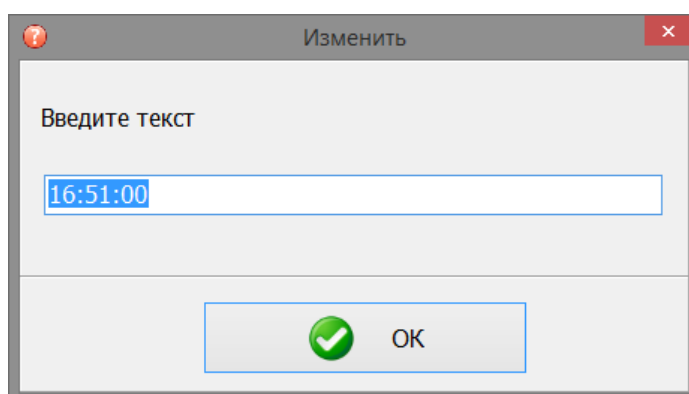

Рисунок 14 – Ввод значения времени или уровня диммирования
11.7.4 Для редактирования таблицы следует выделить требуемую ячейку и дважды нажать ЛКМ чтобы ввести значение: в графу «Время» вводят время в формате: <час:минута:секунда>, а уровень диммирования DIMM в диапазоне (0-255) (рисунок 14).